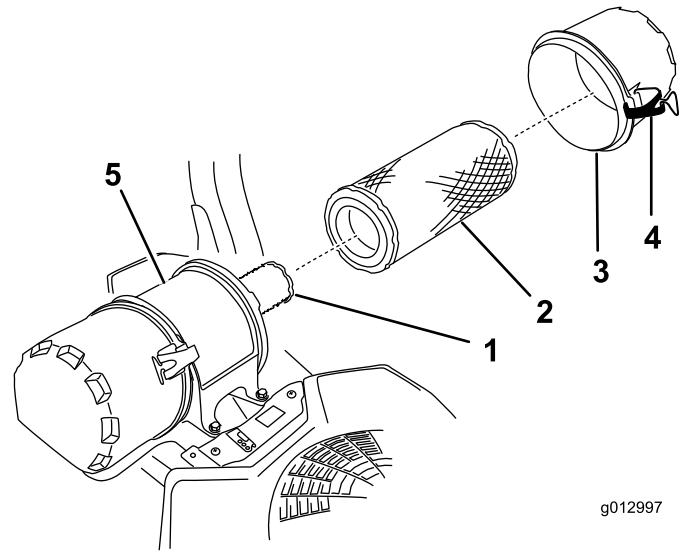

Figura 45
6. Abra los cierres del limpiador de aire y tire de la tapa del limpiador de aire para separarla del cuerpo del limpiador de aire (Figura 45).
8. Extraiga con cuidado el filtro primario del cuerpo del limpiador de aire (Figura 45).
1. Para cambiar el filtro de seguridad, deslícelo cuidadosamente en el cuerpo del filtro (Figura 45).
2. Deslice cuidadosamente el filtro primario por encima del filtro de seguridad (Figura 45).